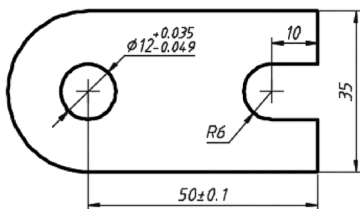

图 7-8 原始图形
1) 打开配套光盘中的“自动约束应用.dwg”文件，该文件中存在的原始图形如图 7-8 所示。